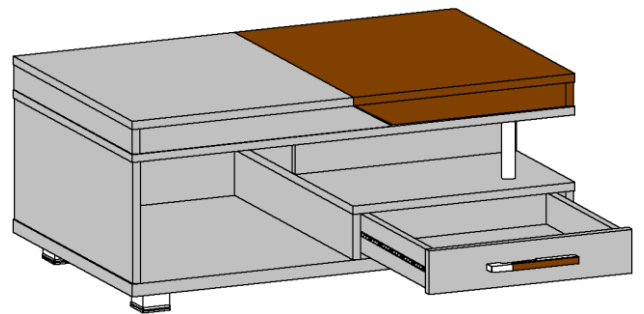

Рисунок 10
13. Евровинтами 50 мм. собрать ящик из деталей (поз. 18, 19, 20). Винтами М4х30 закрепить ручку на деталь (поз. 17). Шурупами 4х30 (с планшайбой) закрепить накладку ящика (поз. 6) к передней стенке ящика (поз. 18). Установить ящик в проем корпуса, выдвинуть шариковые направляющие и закрепить их с внутренней стороны ящика винтами М4х20, а с наружной стороны - шурупами 3,5х16. См. рисунок 10.